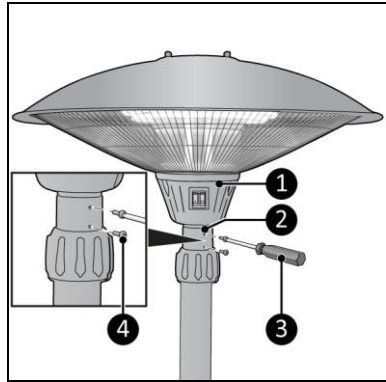

Abbildung 6
6. Verbinden Sie die Heizkappe (Abbildung 6, Pos. 1) mit dem verstellbaren Rohr (Abbildung 6, Pos. 2) mit zwei kleinen Schrauben (Abbildung 6, Pos. 4) mithilfe eines Phillips Kreuzschlitzschraubendrehers (Abbildung 6, Pos. 3).